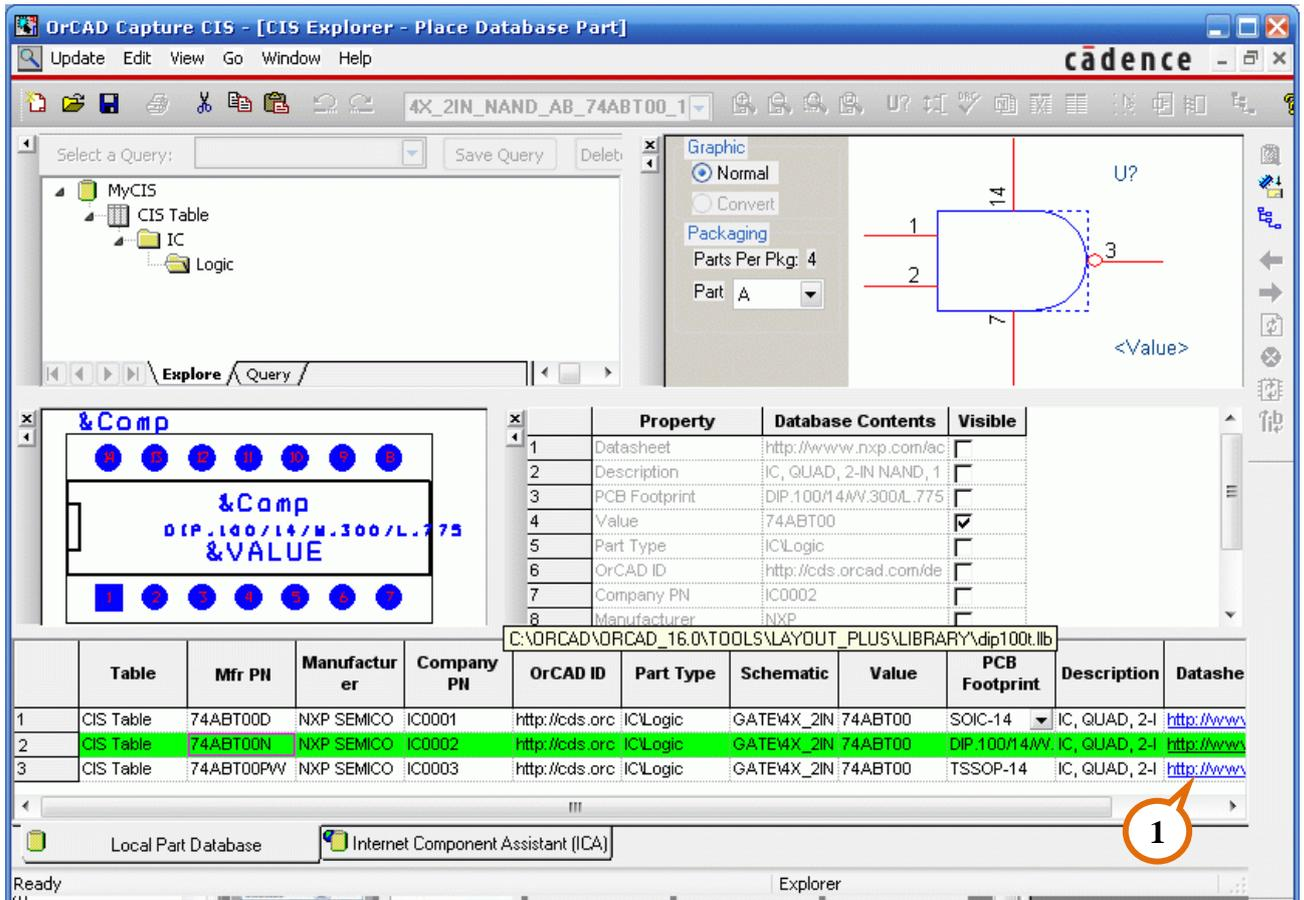

рис. 11-49
Сейчас в базе данных имеется лишь один компонент – **74ABT00D** в корпусе SOIC-14. Добавьте ещё два: **74ABT00N** (DIP-14) и **74ABT00PW** (TSSOP-14). На **рис. 11-49** показано, как будет выглядеть CIS Explorer.
Содержите её в порядке, и Вам не придётся всякий раз искать по всему компьютеру необходимые библиотеки. Кроме того, отпадает необходимость хранения datasheet-ов для всех компонентов. Достаточно открыть свойства компонента в CIS Explorer, щёлкнуть мышкой по ссылке **Datasheet** (рис. 11-49, ①), и нужный документ загрузится прямо из Интернет.